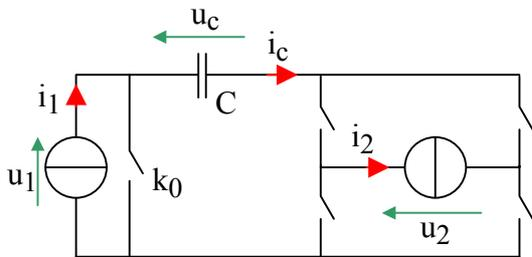
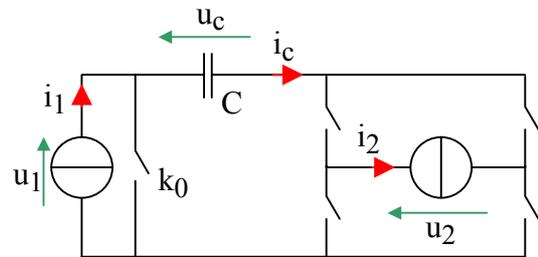

Figure 1
Figure 2
- Sur les schémas ci-dessous, en utilisant deux couleurs différentes, choisir un chemin pour le courant «  $i_1$  » et un chemin pour le courant «  $i_2$  », pendant l'intervalle «  $a.T$  » (*sur la figure 1*) et pendant l'intervalle «  $(1 - a).T$  » (*sur la figure 2*).